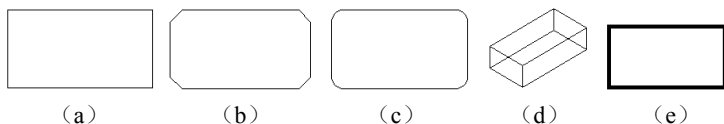

图 2-48 绘制矩形
- ☒ 第一个角点：通过指定两个角点确定矩形，如图 2-48 (a) 所示。
- ☒ 倒角(C)：指定倒角距离，绘制带倒角的矩形（见图 2-48 (b)），每一个角点的逆时针和顺时针方向的倒角可以相同，也可以不同，其中第一个倒角距离是指角点逆时针方向倒角距离，第二个倒角距离是指角点顺时针方向倒角距离。
- ☒ 圆角(F)：指定圆角半径，绘制带圆角的矩形，如图 2-48 (c) 所示。
- ☒ 厚度(T)：指定矩形的厚度，如图 2-48 (d) 所示。
- ☒ 宽度(W)：指定线宽，如图 2-48 (e) 所示。